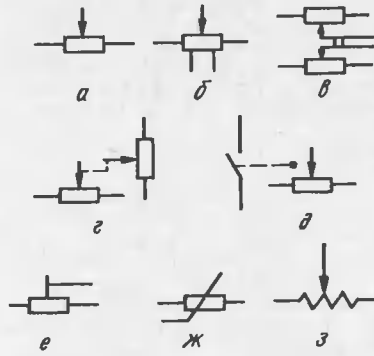
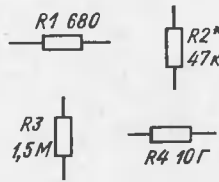
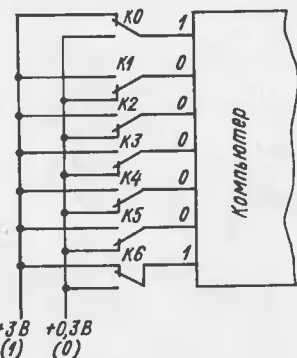

Рис.3
Рис.4
Рис.2
**Обозначения в схемах.** В электрических схемах постоянный резистор изображают в виде прямоугольника, а его выводы — двумя линиями, проведенными из середины меньших сторон (рис.2,а). Номинальную мощность резистора указывают, если это необходимо, с помощью специальных символов внутри прямоугольника (рис.2,в). На рис.3 показаны условные графические обозначения переменных резисторов: а — общее обозначение; б — с дополнительными отводами; в, г — сдвоенный; д — с замыкающим контактом; е — подстроечный; ж — с нелинейным регулированием. Рядом с условным графическим изображением резистора указывают его позиционное обозначение и величину номинального сопротивления. Позиционное обозначение состоит из латинской буквы R и порядкового номера резистора на принципиальной схеме. Номинальное сопротивление указывают в виде численного значения и сокращенного обозначения единицы измерения. При этом для резисторов сопротивлением от 1 до 999 Ом — единицу измерения не указывают; от 1 до 999 кОм — после численного значения в килоомах ставится строчная буква «к»; от 1 до 999 МОм — после численного значения в мегаомах ставится прописная буква «М»; от 1 ГОм и выше — после численного значения в гигаомах ставится прописная буква «Г». Если сопротивление резистора указано ориентировочно и подбирается в процессе настройки схемы, то к позиционному обозначению добавляется звездочка. На рис.4 указаны примеры обозначения резисторов с номинальным сопротивлением: R1 — 680 Ом; R2 — 47 кОм (ориентировочное значение); R3 — 1,5 МОм; R4 — 10 ГОм. В зарубежной литературе для изображения резисторов часто применяют условные обозначения, приведенные на рис.2,б и рис.3,з.